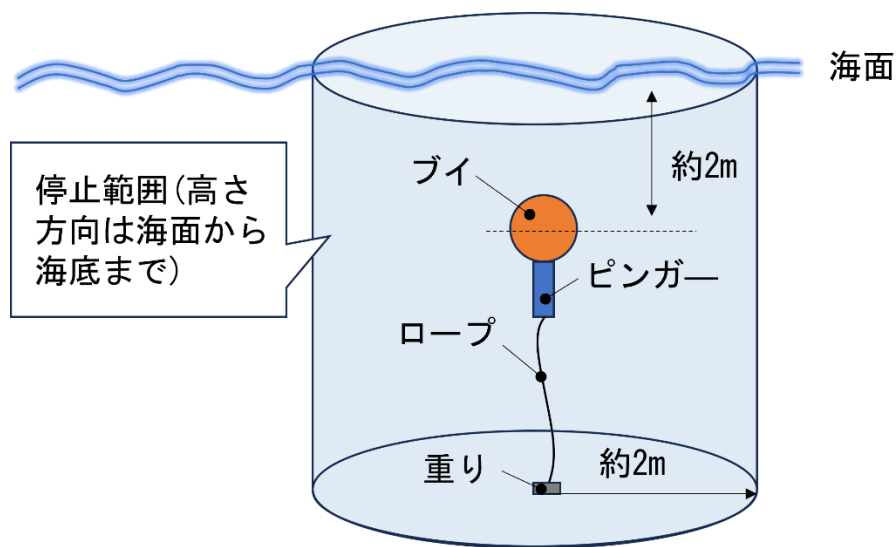

図 4-2-2 設置するランドマークおよび停止する地点
- 9) 図4-2-1及び図4-2-2は、あくまでもイメージです。正確な配置は当日の会場で確認してください。
スタートエリアから 30m 離れて設置されたランドマークまで往復するミッションを行います。AUV 部門との差異は、常に AUV は海中を航行することです。その海中航行の深度は、ロボットが突起物も含め完全に水没する深度以深で動かしてください。ランドマークは図 4-2-2 に示すように、色のついたブイ（色については当日に明らかにします）およびピンガーを設置します。ピンガーの発生周波数は 21kHz、発信波形数は 5 波、インターバルは 250ms とします。ランドマークの検出するために、ブイの色や形状、またはピンガーの音波を用いてください。SG 区域の中央付近から出発させた後は、ランドマークで 5 秒以上停止（または着底）し、スタートエリアに向けて戻り、SG 区域で停止（または浮上）します。これを競技時間内に実行します。時間内であれば複数回のトライを認めますが、技術解説書に記載した以外の手法を用いてはなりません。※停止とは、ポジション保持の制御を行うことではなく、サークル内に入ったことを示すために、AUV が制動をかける等のサークル内に停まる行動を行うことを指します。